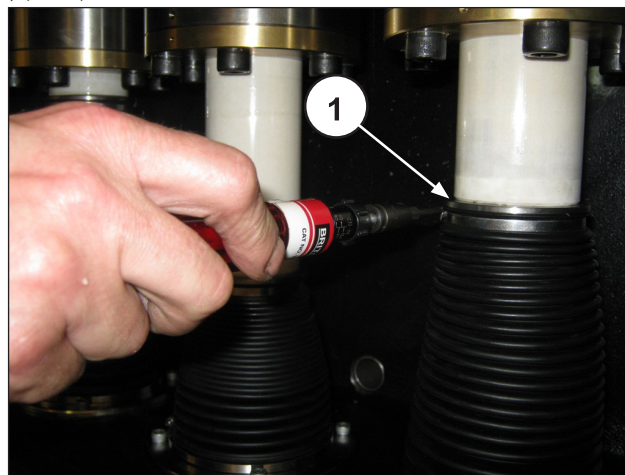

图 163
波纹管在防溅片上的定位和把波纹管固定在防溅片上的卡箍的拧紧必须在安装了泵头并固定了活塞后才进行（①，图 163）。